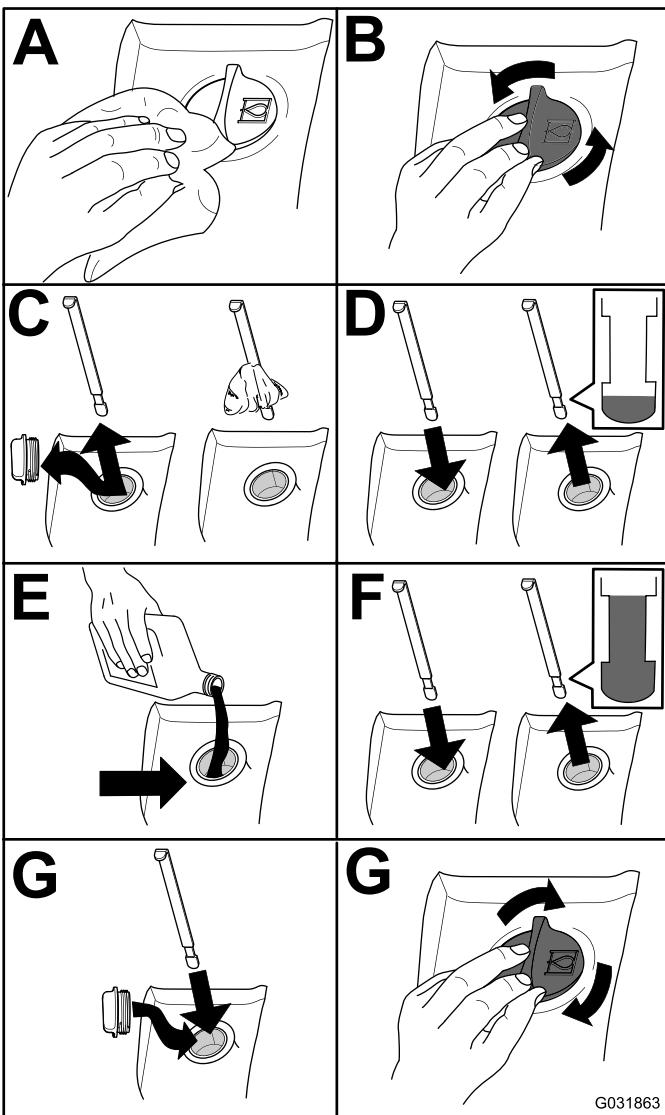

Figura 101
2. Controllare il livello del fluido idraulico (Figura 101).